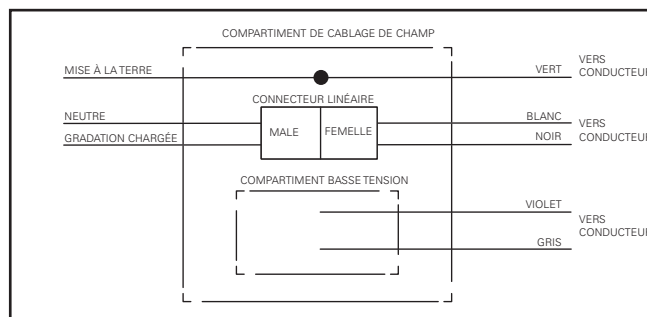

Figure 10.
- c. Pour une gradation par câble Lutron 2, utilisez le câble noir dans le compartiment de champ pour la gradation chargée (Figure 10.).